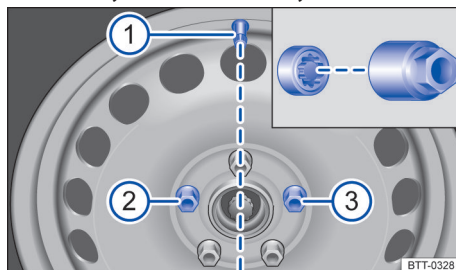

Fig. 214 Înlocuirea roții: ventilul anvelopei ① și locurile de amplasare a șuruburilor de roată antifurt ② sau ③.
2. Introduceți adaptorul până la limită în șurubul de roată antifurt → **fig. 214**.
3. Introduceți până la limită cheia de roți pe adaptor → **fig. 214**.
Șurubul de roată antifurt trebuie să fie înșurubat în poziția → **fig. 214** ② sau ③, față de poziția ventilului ①, la o roată cu capac integral de roți. Altfel, capacul integral de roată nu poate fi montat.